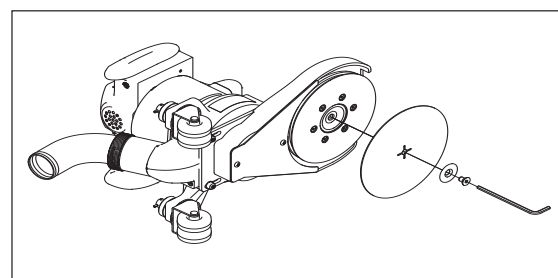

Figure 3
2. La machine accepte un crochet et une boucle ou un disque abrasif à trou central. L'outil est équipé d'une vis de retenue et d'une rondelle pour l'utilisation avec l'abrasif à trou central. Lors de l'installation du disque abrasif, veillez à centrer le disque sur le système d'entraînement. (Figure 3)